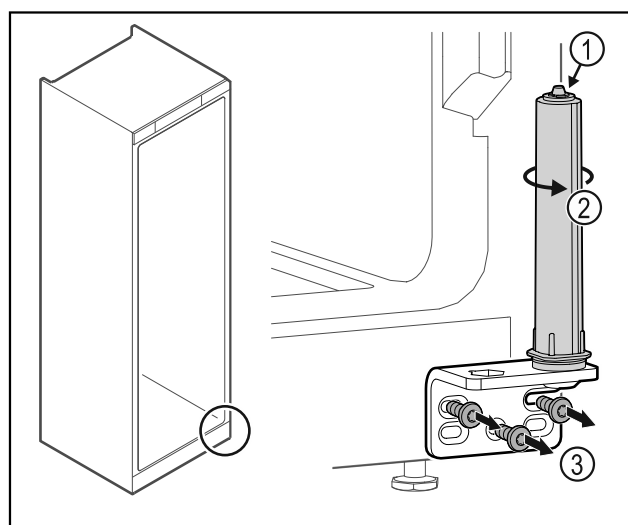

Fig. 28
- ▶ Systemu blokującego drzwi Fig. 28 (1) nie należy demonstrować.
- ▶ System blokujący Fig. 28 (2) obrócić do momentu, aż kliknie.
- ▶ Odkręcić zawias Fig. 28 (3).